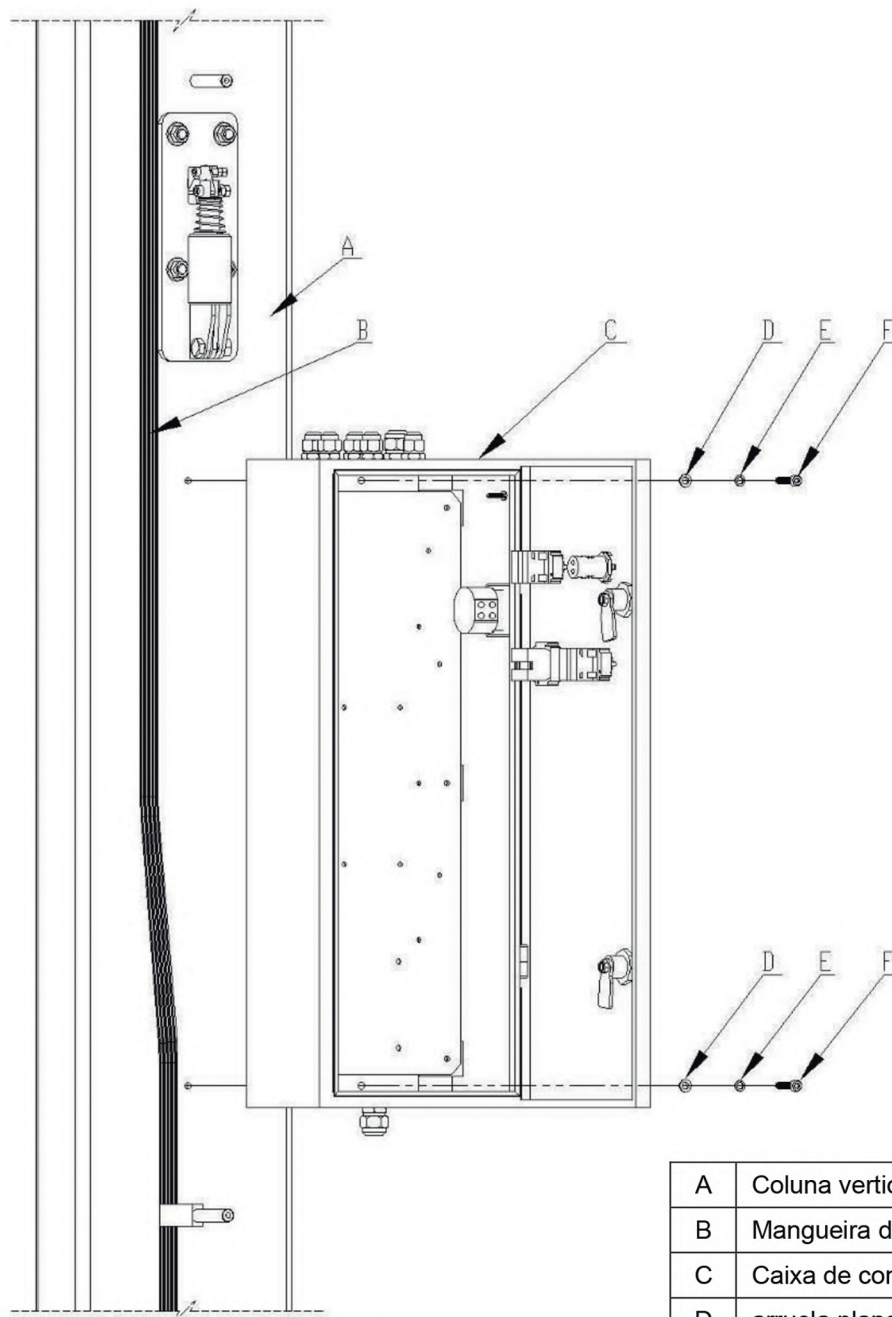

Figura 35
7.3.7 Instalação da caixa de controle (Figura 35)